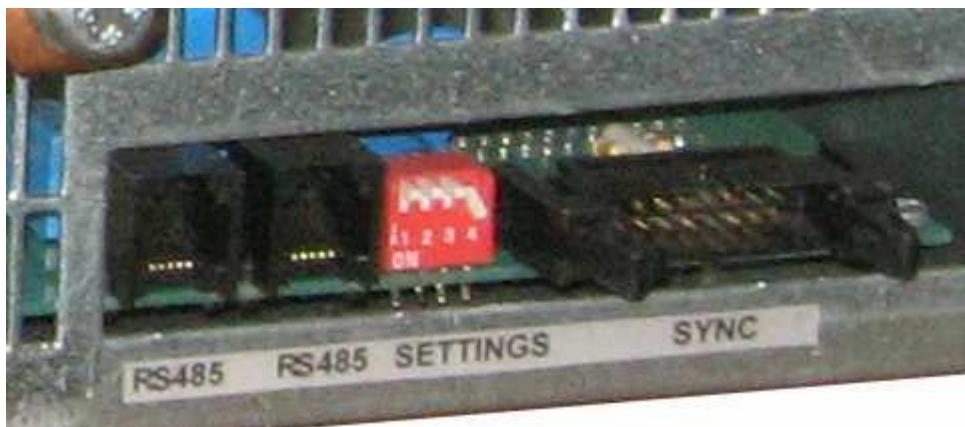

Рисунок 2.2 - Модульный каркас Штиль PS 2000K.
2.2.4.4 При параллельном соединении модульных каркасов, необходимо установить четвертую секцию (рис. 2.2) дип - переключателя настройки параллельной работы модульных каркасов в зависимости от количества корзин как показано в табл. 2.2
Для мониторинга нескольких независимых групп инверторов (максимум по 8 модульных каркасов, т.е. 24 инвертора в группе), необходимо установить уникальный адрес группы для каждого модульного каркаса от 1 до 8. Адреса задаются с помощью секций 1-3 дип-переключателя настройки параллельной работы модульных каркасов (см. рисунок 2.2), в соответствии с таблицей 2.3.